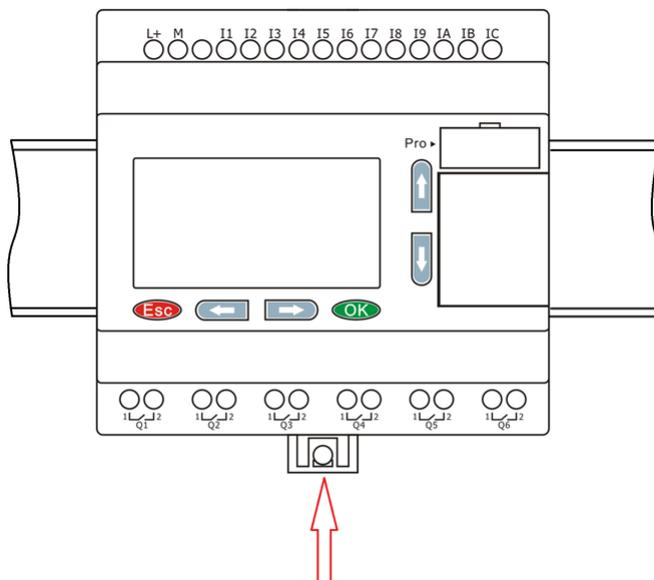

Рисунок 2.25 - Монтаж на DIN-рейку
2. Установите модуль на DIN-рейку, чтобы верхняя защелка зафиксировалась на ней. Далее придерживая модуль нажмите на нижнюю защелку и зафиксируйте модуль (рисунок 2.25).